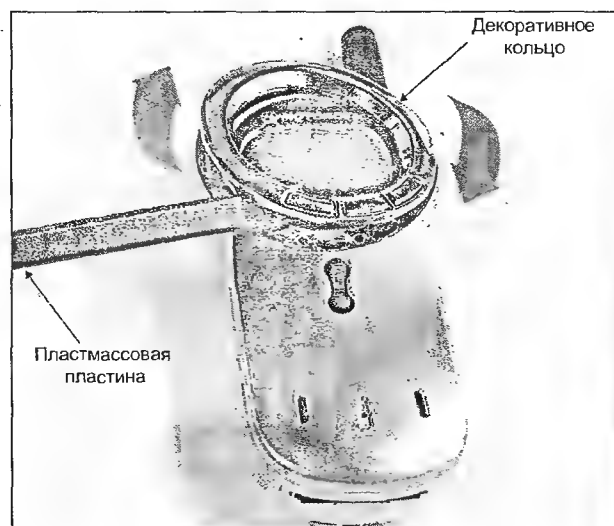

Рис. 4.14
- для замены декоративного кольца (рис. 4.14) и доступа к кнопкам дополнительной клавиатуры поворачивают его против часовой стрелки на 5 мм и снимают;